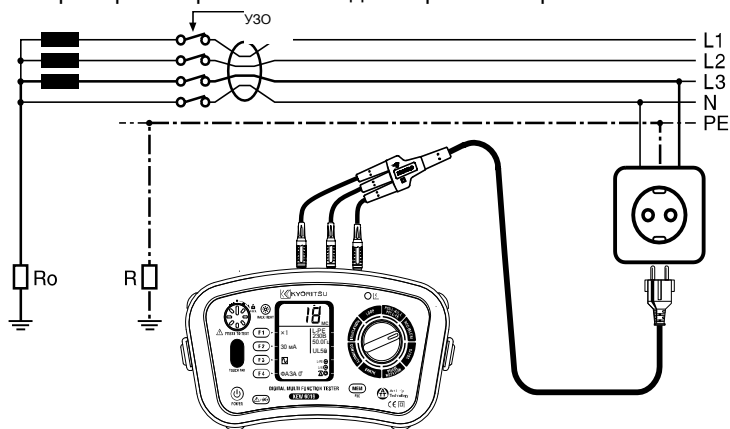

Рис.35
На Рис.35 изображено неисправное заземление, где существует R (сопротивление). В случае КЗ ток течет к R , и в цепи появляется потенциал. Существует вероятность того, что человек, который прикоснется к такому неисправному заземлению вызовет напряжение, которое есть в его теле в это время. Это так называемое U_c . Если при тестировании U_c , ток $I_{\Delta N}$ течет к УЗО, вычисляется значение U_c . Напряжение U_c вычисляется исходя из номинального остаточного тока ($I_{\Delta N}$) с измерением полного сопротивления.
2. Подсоедините измерительные щупы к тестируемой схеме. (Рис.35, 36, 37)